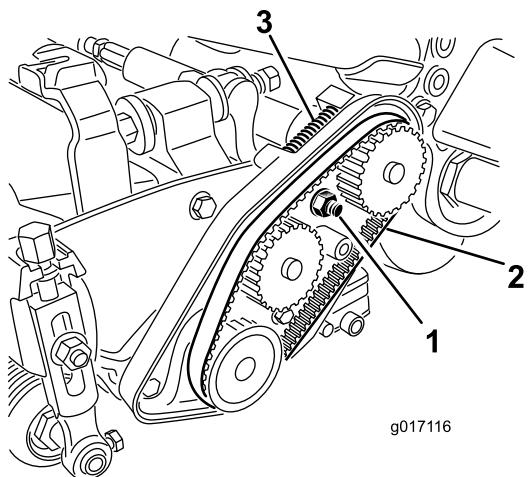

Figura 21
3. Allentate il dado dell'alloggiamento dei cuscinetti (**Figura 21**).
5. Rimuovete la cinghia (Figura 21).
12. Accertatevi che la molla di compressione metta in tensione la cinghia (Figura 21).